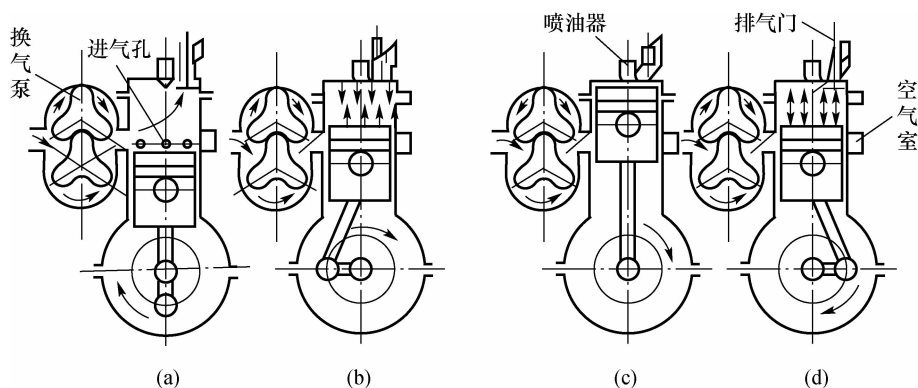

图 1-12 二冲程柴油机的工作循环示意图
(2)二冲程柴油机的简单工作原理。二冲程柴油机工作循环与汽油机的主要不同之处是进入汽缸的是纯净空气而不是混合气,废气则由专设的排气门排出。带有换气泵的二冲程柴油机的工作循环如图 1-12 所示。换气泵的作用是将新鲜空气压力提高到  $0.12\sim 0.14$  MPa 后,经汽缸外部的空气室和汽缸壁上的一圈进气孔进入汽缸内。
1)第一行程:活塞由下止点向上止点移动,在此前,进气孔和排气门均已开启,由换气泵提压后的新鲜空气进入汽缸进行换气,如图 1-12(a)所示。
当活塞上移到进气孔被关闭时,排气门也关闭,于是进入汽缸的空气开始被压缩,如图 1-12(b)所示。当活塞上移至接近上止点时,喷油器向汽缸内喷入雾状柴油,并自行着火燃烧,如图 1-12(c)所示。
2)第二行程:活塞到达上止点后,着火燃烧的高温高压气体推动活塞下行做功。当活塞下行到  $2/3$  行程时,排气门打开,废气靠自身压力排出汽缸,如图 1-12(d)所示,此后,进气孔开启,来自扫气泵的空气经进气孔进入汽缸进行扫气,扫气过程将持续到活塞上移时将进气孔关闭为止。